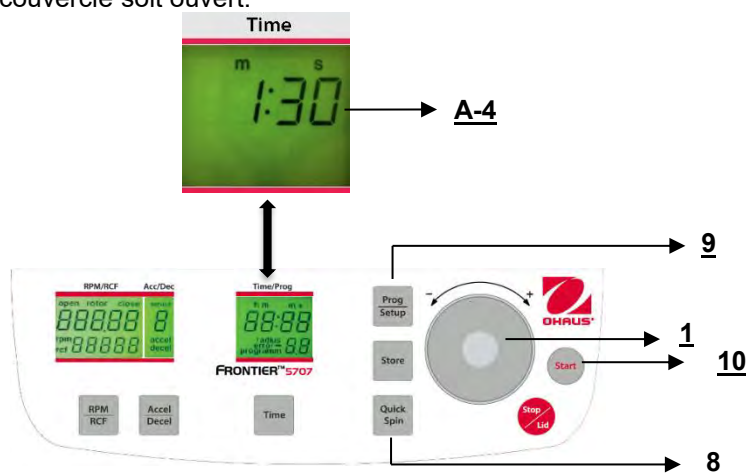

Figure. 24
La centrifugeuse peut être démarrée avec la touche **"Start"** (10) (voir la figure 24) ou avec la touche **"Quick Spin"** (8).